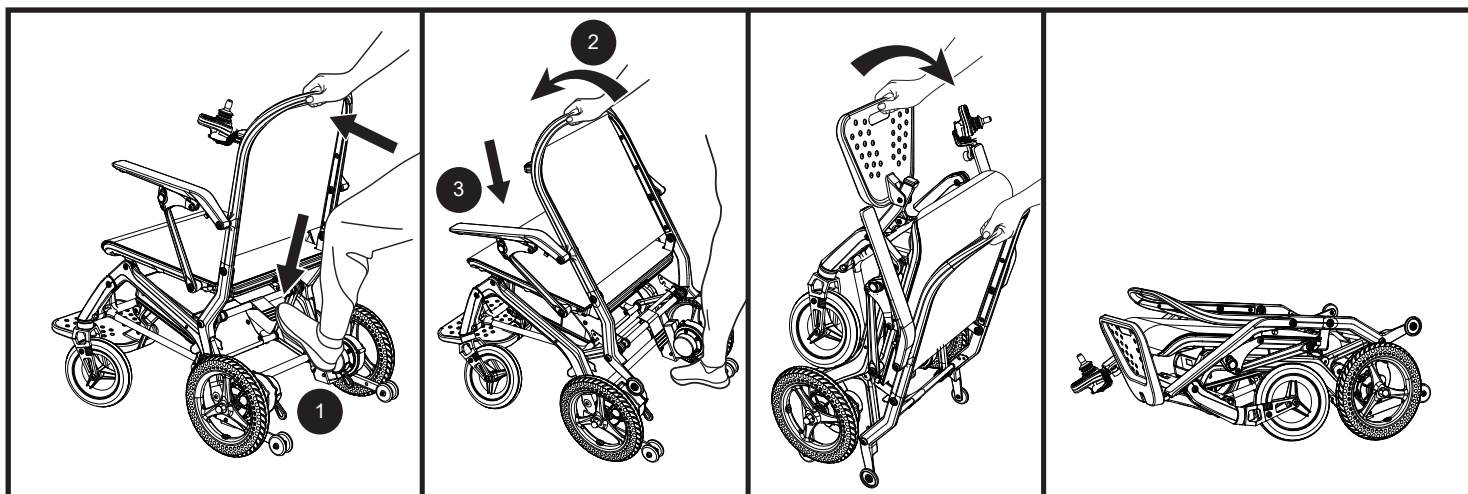

Figure 7. Plier le fauteuil Jazzy® Ultra Light
1. Debout à l'arrière du fauteuil, descendez sur la poignée de verrouillage pliable et en même temps, poussez le cadre du dossier vers l'avant jusqu'à ce que les crochets des deux côtés du fauteuil roulant soient libérés. **Voir la figure 7.**